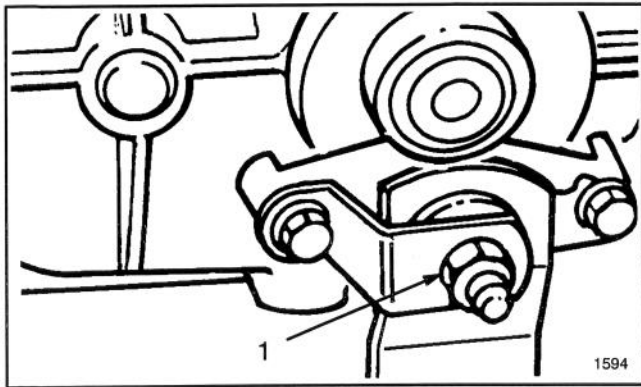

Abbildung 25
3. Die Sicherungsmutter um ca. 1/4 Umdrehung im Uhrzeigersinn anziehen (Abb. 25).